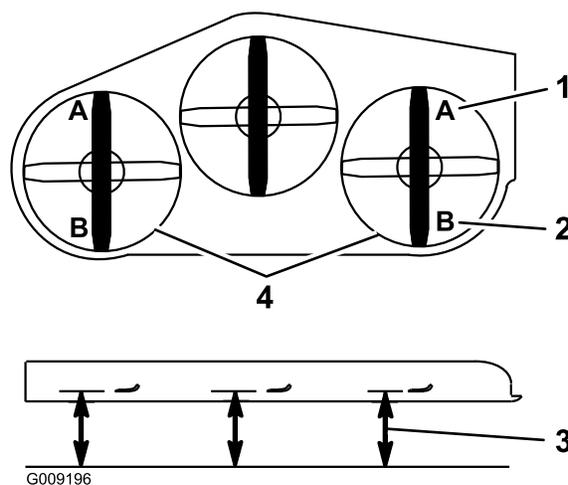

Figure 92
9. De chaque côté du tablier de coupe, mesurez la distance entre la surface plane et la pointe avant de la lame (position A). On doit obtenir un écart de 7,6 cm (3") (Figure 92).
- De chaque côté du tablier de coupe, mesurez la distance entre la surface plane et la pointe arrière de la lame (position B). On doit obtenir un écart de 8,3 cm (3 1/4") (Figure 92).